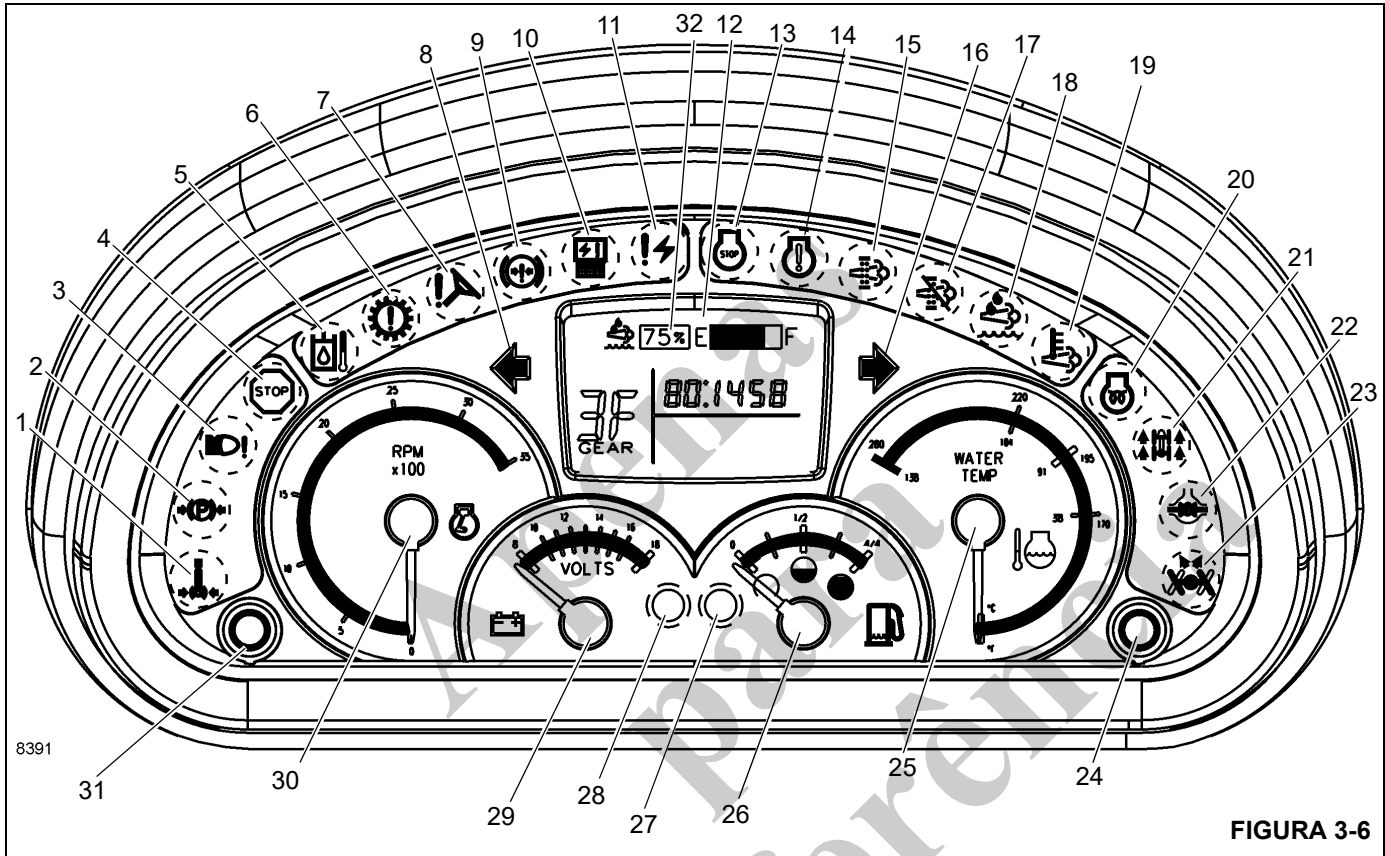

FIGURA 3-6
Números dos itens da Figura 3-6
O indicador do freio de giro acionado (1) (Figura 3-6) localiza-se no mostrador de indicadores da coluna de direção. Ele acende em vermelho quando o freio de giro do motor de giro da plataforma rotativa estiver acionado impedindo a rotação da superestrutura do guindaste.
O indicador do freio de estacionamento acionado (2) (Figura 3-6) localiza-se no mostrador de indicadores da coluna de direção. Ele acende em cor vermelha quando o freio de estacionamento for acionado.
O indicador de defeito nos faróis (3) (Figura 3-6) localiza-se no mostrador de indicadores da coluna de direção. Ele acende em âmbar quando os faróis dianteiros do guindaste estiverem defeituosos.
O indicador de parada de emergência (4) (Figura 3-6) localiza-se no mostrador de indicadores da coluna de direção. Ele acende em vermelho quando a chave de parada de emergência for pressionada (consulte *Chave de parada de emergência*, página 3-17) e uma campainha de aviso é acionada.
O indicador de temperatura do óleo hidráulico alta (5) (Figura 3-6) localiza-se no mostrador de indicadores da coluna de direção. Ele acende em vermelho quando a temperatura do óleo hidráulico ultrapassar 200°F (93°C); uma campainha de atenção também é acionada. Quando este
O indicador de atenção da transmissão (6) (Figura 3-6) localiza-se no mostrador de indicadores da coluna de direção. Ele acende em vermelho quando a temperatura do óleo da transmissão estiver alta. Uma campainha de atenção também soará.
O indicador de baixa pressão da direção (7) (Figura 3-6) localiza-se no mostrador de indicadores da coluna de direção. Ele se ilumina com a cor vermelha quando a pressão hidráulica está baixa. Uma campainha de atenção também soará.
O indicador da sinaleira direcional esquerda (8) (Figura 3-6) localiza-se no mostrador de indicadores da coluna de direção. É uma luz verde em forma de seta que pisca quando a alavanca da sinaleira direcional é empurrada para baixo ou a chave da luz de perigo é ligada.
O indicador de pressão do freio de serviço baixa (9) (Figura 3-6) localiza-se no mostrador de indicadores da coluna de direção. Ele acende em vermelho quando a pressão na válvula de carga do acumulador duplo cai abaixo dos requisitos normais de operação. Uma campainha de atenção também soará.
O indicador do módulo eletrônico (10) (Figura 3-6) localiza-se no mostrador de indicadores da coluna de direção. Se qualquer dos módulos eletrônicos estiver off-line e sem comunicação com o sistema, o indicador acende em vermelho.
O indicador de diagnóstico do sistema eletrônico (11) (Figura 3-6) localiza-se no mostrador de indicadores da coluna de direção. O indicador é uma luz vermelha usada para detecção e resolução de problemas no sistema do barramento CAN.
O mostrador de LCD (12) (Figura 3-6) localiza-se no mostrador de indicadores da coluna de direção. O mostrador indica a marcha de transmissão em uso, códigos de falha, nível de DEF e a versão do software principal.
O indicador de parada do motor (13) (Figura 3-6) localiza-se no mostrador de indicadores da coluna de direção. Ele acende em vermelho quando um sinal é enviado do ECM do motor. Além disso, uma campainha de atenção também soará.
O indicador de atenção do motor (14) (Figura 3-6) localiza-se no mostrador de indicadores da coluna de direção. Ele acende em âmbar quando um sinal é enviado do ECM do motor.
O indicador do DPF (Filtro de particulado do motor) (15) (Figura 3-6) localiza-se no mostrador de indicadores da coluna de direção. Este indicador acende em âmbar quando o filtro de particulado do motor encher de fuligem e necessitar de limpeza.
O indicador da sinaleira direcional direita (16) (Figura 3-6) localiza-se no mostrador de indicadores da coluna de direção. É uma luz verde em forma de seta que pisca quando a alavanca da sinaleira direcional é empurrada para baixo ou a chave da luz de perigo é ligada.
O indicador de inibição da limpeza do sistema de escape (17) (Figura 3-6) localiza-se no mostrador de indicadores da coluna de direção. Quando a chave de limpeza do sistema de escape (9) (Figura 3-4) estiver na posição de inibição, o indicador âmbar acende e a limpeza do sistema de escape ativa e manual é impedida.
O indicador do DEF (Fluido do escape de diesel) (18) (Figura 3-6) localiza-se no mostrador de indicadores da coluna de direção. O indicador possui quatro estágios diferentes que serão acionados pelo sensor do nível de fluido no tanque do DEF:
*Tanque baixo* - O primeiro aviso ao operador é de que o agente redutor no tanque está baixo. O indicador do DEF (18) permanece aceso continuamente.
*Redução* - O indicador do DEF (18) começa a piscar para avisar o operador de que uma redução será ativada se o tanque do agente redutor não for reabastecido.
*Indução de baixo nível* - O indicador do DEF (18) pisca e o indicador de atenção do motor (14) permanece aceso continuamente. A redução será ativada neste estágio.
*Indução grave* - Se o tanque do DEF (18) ficar vazio, a operação do guindaste ficará restrita. O indicador do DEF (18) pisca e o indicador de parada do motor (13) acende em vermelho.